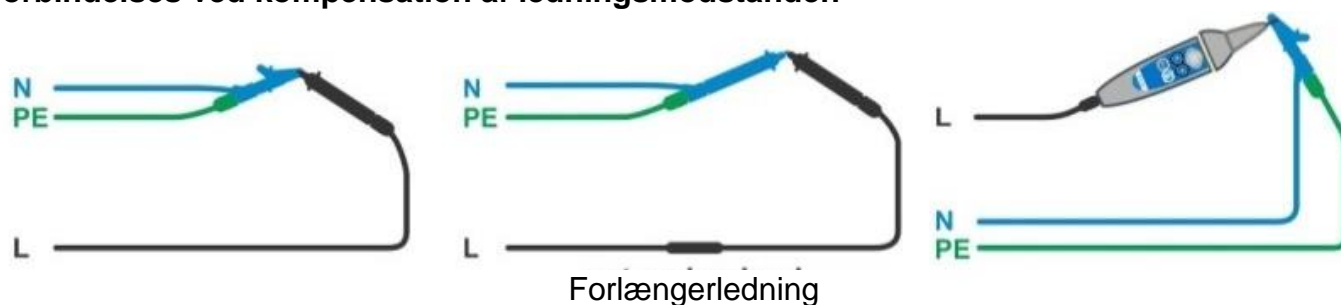

Fig. 4.30: Kortslutning af testledninger
- › Forbind testkablet til instrument og kortslut alle testledninger, se **Fig. 4.30**